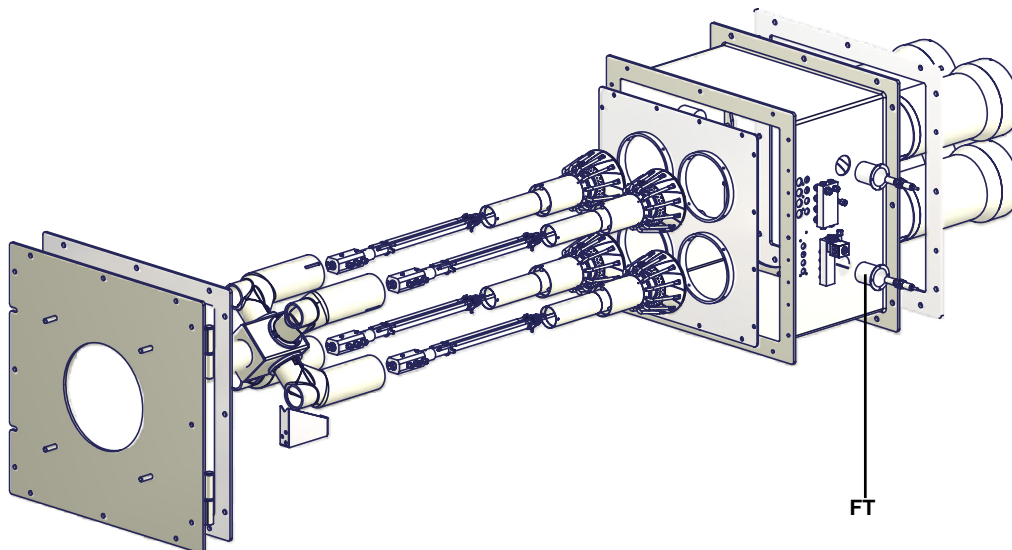
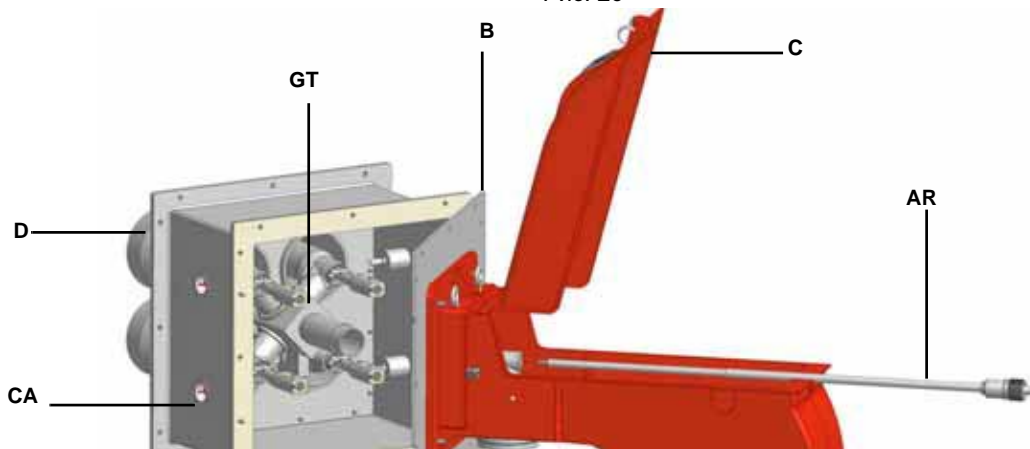

Рис. 26
Рис. 27
- Демонтаж, проверка и чистка головки сгорания (Рис. 26-Рис. 27).